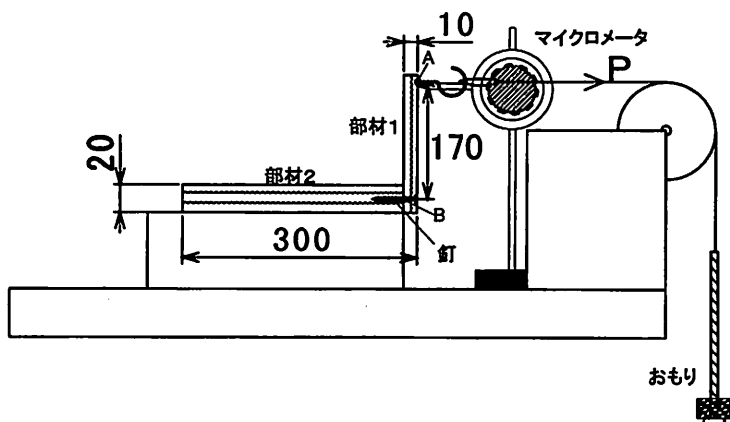

図12 釘の接合部耐力試験装置
釘接合部耐力試験は、図12のような実験装置で行った。竹製割り箸の曲げモーメント M と回転角 θ の関係を調べた結果が、以下の①～③である。
①直径5.0mmの下穴をあけた場合